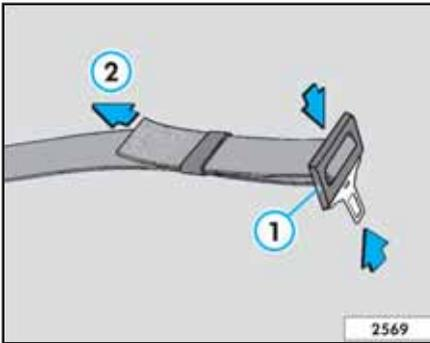
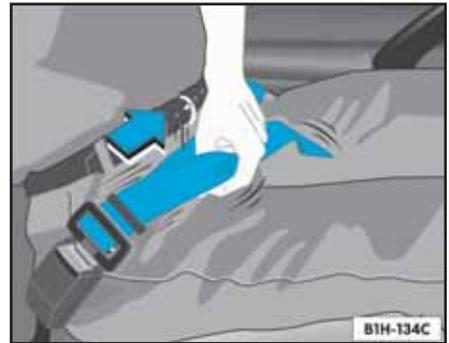

Fig. 18 Aumentar el juego
Fig. 19 Reducir el juego
- Para aumentar el juego del cinturón mantenga la lengüeta en ángulo recto con respecto a la cinta del mismo y tire la lengüeta hasta que la cinta se estire lo fig. 18 ① . El ajuste del cinturón se facilita, apretando, en sentido longitudinal, la lengüeta y su cubierta plástica, una contra la otra.
- **Para reducir el juego** del cinturón basta tirarlo por la punta libre ⇒ fig. 18 ② . El exceso de cinta se debe pasar a través del pasador del cinturón ⇒ fig. 19.